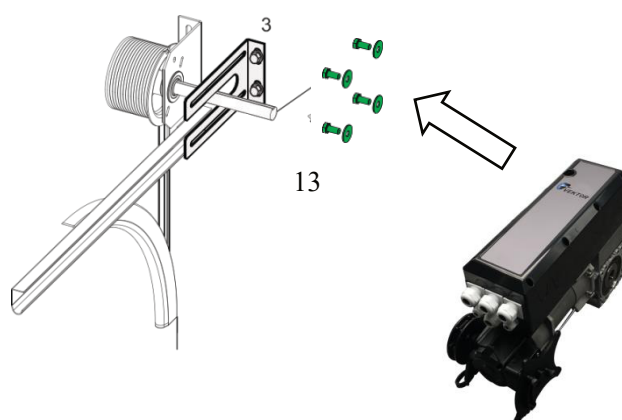

Fig. 3
Fixer la motorisation de porte avec les 4 vis et rondelles (13) ; voir fig. 3.